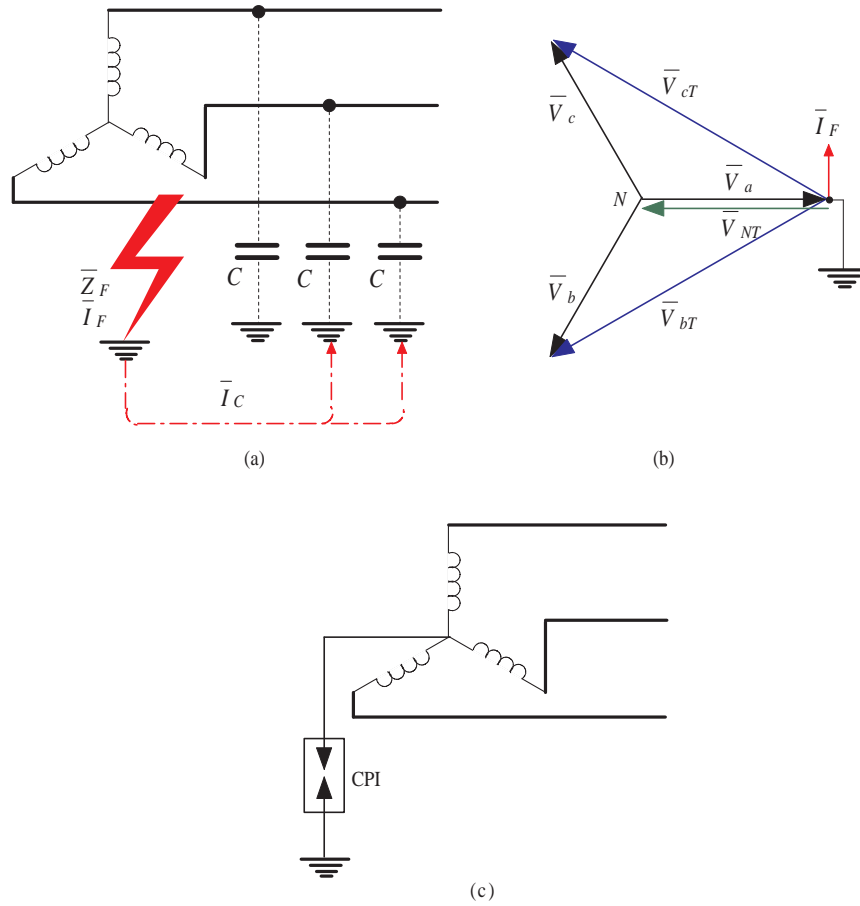

FIGURE 3.2 – Neutre isolé. (a) : Courant de défaut, (b). Diagramme vectoriel, (c). Contrôle d'isolement.
Soit il n'existe aucune liaison électrique entre le point neutre et la terre, à l'exception des appareils de mesure ou de protection, soit l'impédance  $\bar{Z}_{NT}$  est très élevée (Figure. 3.2). Dans ce cas de figure le potentiel du neutre peut être déduit de l'équation (3.7) tout simplement comme
- La surveillance d'isolement par un Contrôleur permanent d'isolement (CPI), Insulation monitoring device (IMD) (Figure. 3.2) : Son rôle consiste à surveiller l'isolation des phases et de donner l'alerte dès qu'il y a défaut;